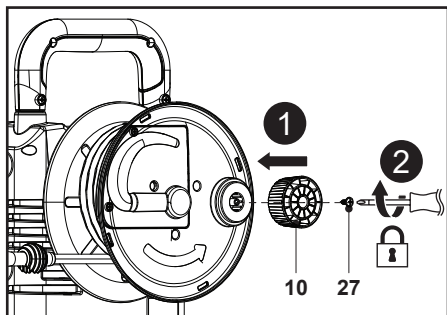

Fig. 3
1. Alinhe o orifício de montagem no botão do carreto de mangueira (10) com o respetivo apoio na máquina e, em seguida, utilize uma chave de parafusos de cabeça cruzada adequada (não fornecida) para fixar a ligação com o parafuso (ST4,8 x 16) (27) (Fig. 3, passos 1, 2).